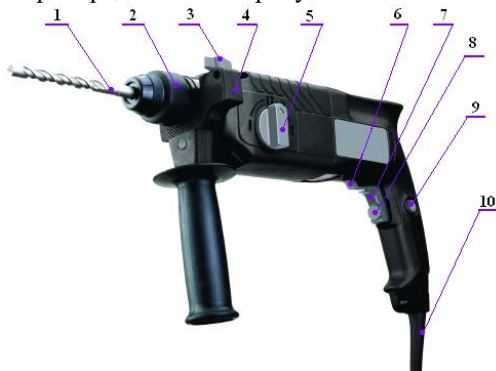

Рис. 1 Общий вид
7.1. Установить при необходимости боковую рукоятку 4,(см рис. 1), в удобное для работы положение, зафиксировать рабочий инструмент в патроне.